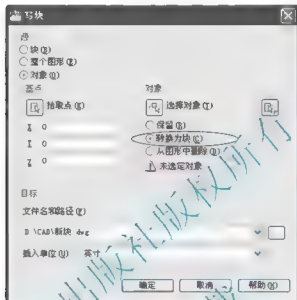

图 5.118 【写块】对话框中【对象】选项组的设置
(1) 打开“餐厅 C 立面图”。
(2) 利用【写块】(Write Block)命令将“台度详图”、“装饰柱详图”和“柱础详图”制作成图块。注意【写块】对话框中的【对象】选项组，选择【转换为块】单选按钮，如图 5.118 所示。
(3) 将“装饰柱详图”图块放大5倍。
① 在命令行输入“Sc”后按Enter键，启动【比例】命令。
② 在选择对象：提示下，选择“装饰柱详图”。
③ 在指定基点或 [位移(D)] <位移>：提示下，选择“装饰柱详图”的左下角作为放大图像的基点。